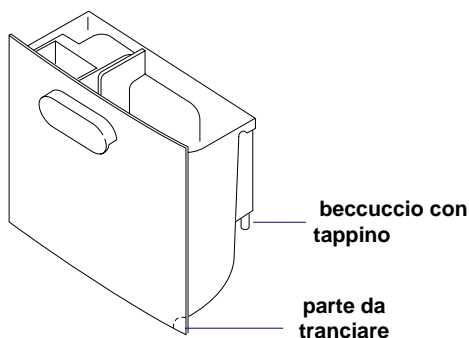

Fig. 1
- 1) Sulla tanica è prevista una parte più sottile da tranciare, per consentire il passaggio del tubo (fig. 1 -
- 2) Rimuovere il tappino in gomma del beccuccio (fig.1).